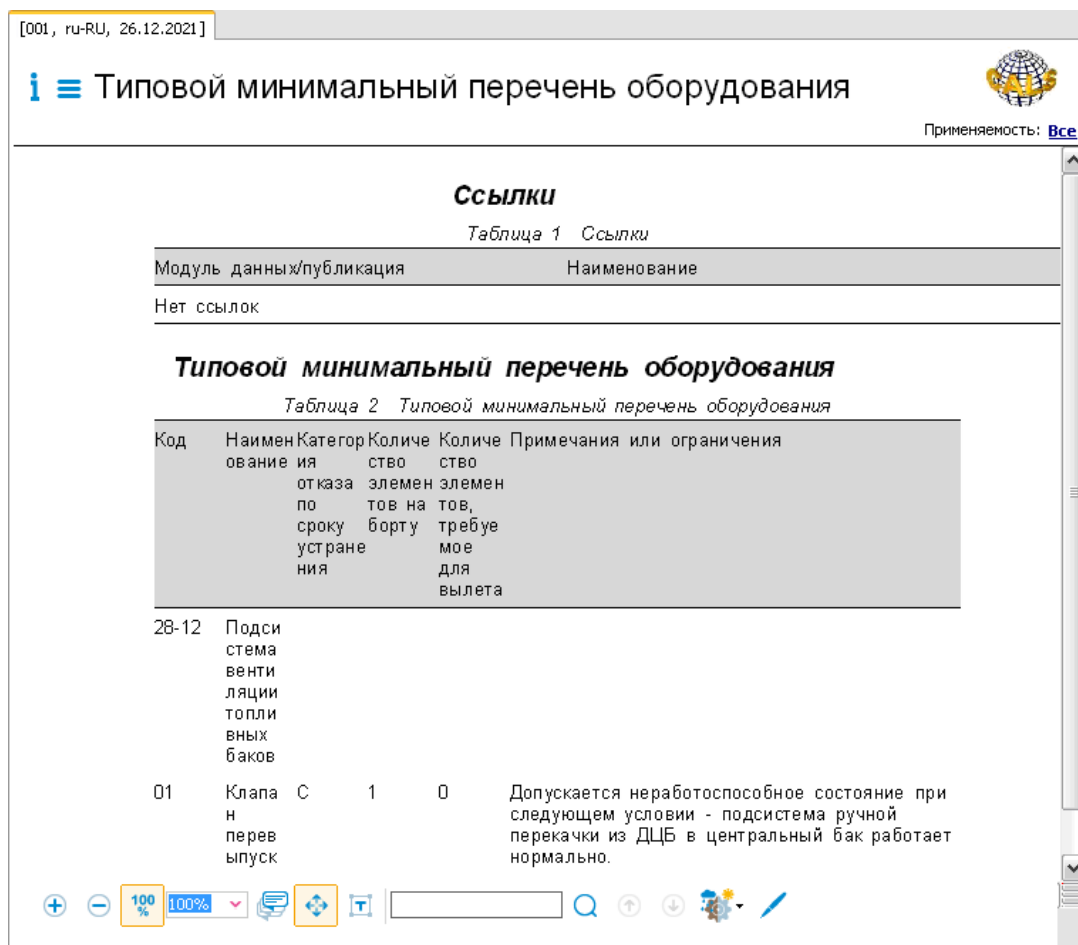

Рис. 185
2. На вкладке **Структура** выберите МД типа «Типовой минимальный перечень оборудования». В окне просмотра появится содержимое МД (Рис. 185).